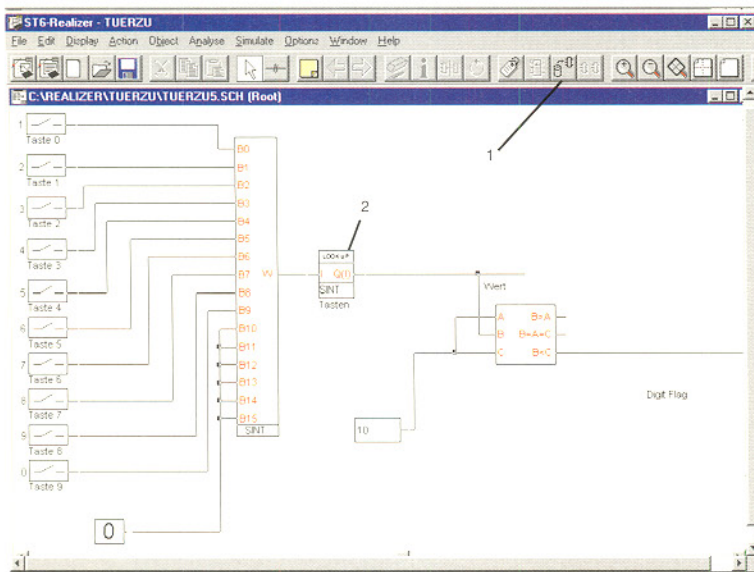

Bild 2: Tastaturabfrage des einfachen Codeschloß
Die Schaltungsplaneingabe beginnen wir mit der Schaltung für die Tastaturabfrage (Abbildung 2). Wie bereits erwähnt, ist für unser kleines Beispielprojekt eine Tastatur mit insgesamt 12 Tasten vorgesehen. Auch hier werden die einzelnen Schaltungselemente aus der Bauteilbibliothek (1) aufgerufen und auf dem Projektblatt plaziert. Für Tasteneingaben wählen wir aus der Bibliothek das Symbol „digin“.